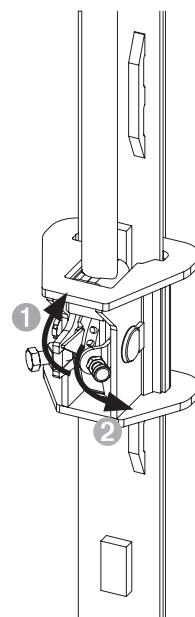

Fig. D2.01
1. Impostare tutti i gruppi di accensione nelle teste di ripresa su "Muovere la guida". (Fig. D2.01)